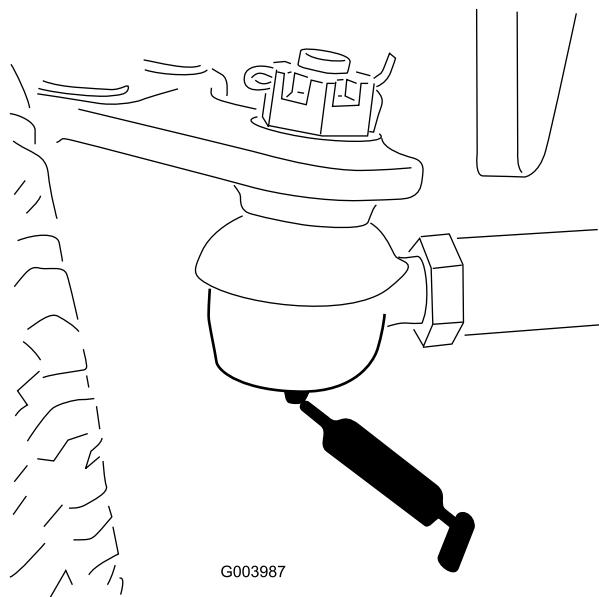

Figura 46
- Bastidor de tiro y pívote de la unidad de corte (2 en cada) (Figura 46).